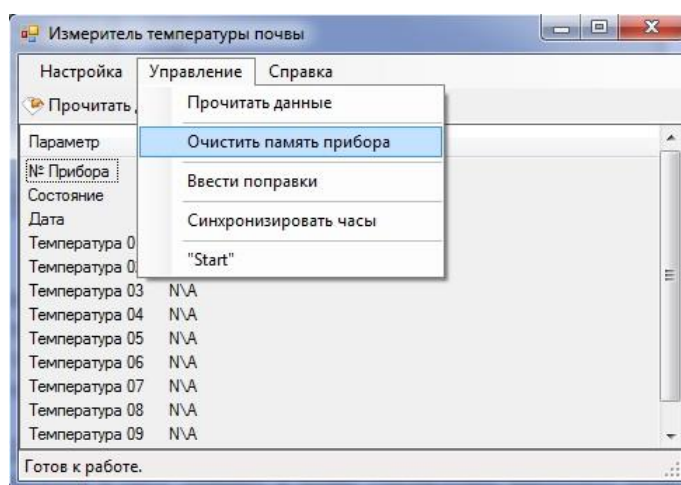

Рисунок 10 – Меню «Управление»
4.5.2 Для очистки памяти прибора с целью исключения записи в архив устаревших результатов в меню «Управление» выбрать опцию «Очистить память прибора» (рисунок 10).
4.5.3 Для обеспечения точного измерения температуры с целью исключения систематической погрешности используется опция «Ввести поправки» в меню «Управление» (рисунок 10).
4.5.4 Опция «Синхронизировать часы» в меню «Управление» (рисунок 10) предназначена для записи во встроенные часы прибора точного времени.
4.5.5 Опция «Start» в меню «Управление» (рисунок 10) предназначена для запуска измерения с ПК при выполнении регламентных работ. Для просмотра результатов измерения нажать «Прочитать данные».